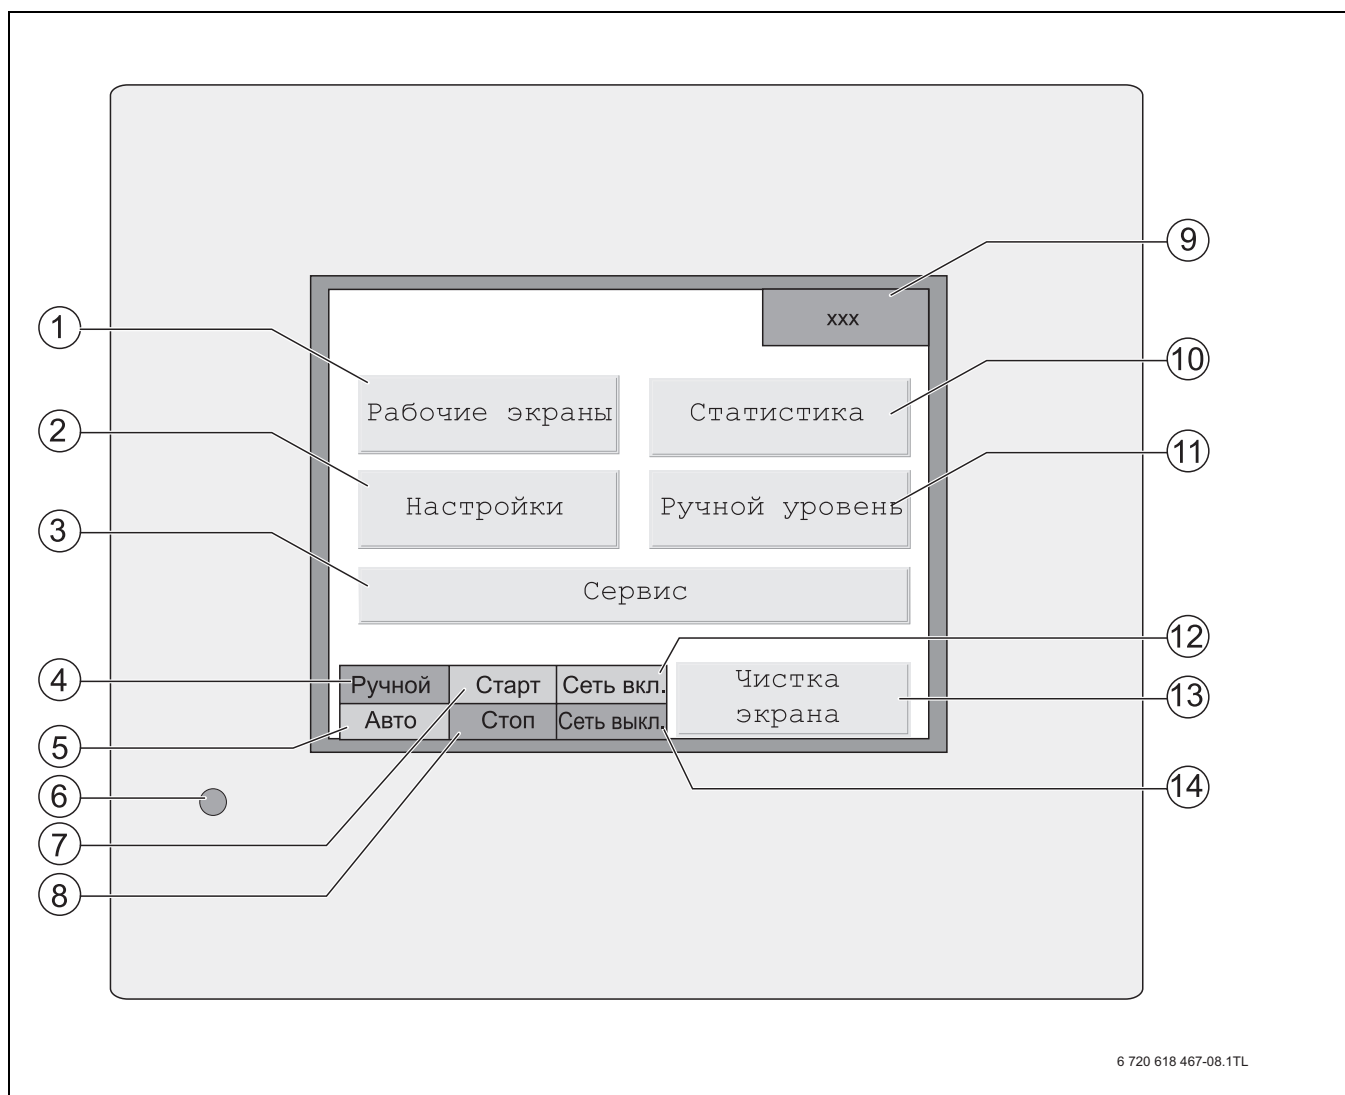

Рис. 4 Главное меню сенсорного экрана
- Сенсорный экран (→ рис. 4, стр. 11)
С сенсорного экрана (→ рис. 4) осуществляется основное управление блок-ТЭС.